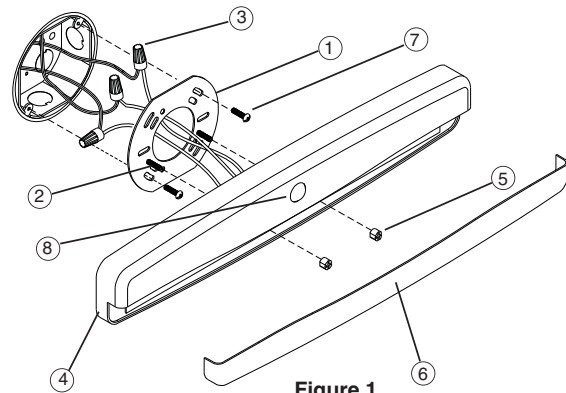

Figure 1
4. L'alimentation étant coupée, soutenir solidement l'appareil et raccorder le fil de mise à la terre vert de l'appareil au fil de mise à la terre en cuivre nu de la boîte de jonction à l'aide d'un capuchon de connexion (3). (Si l'alimentation ne comporte pas un fil de mise à la terre, consulter votre code d'électricité local et suivre les méthodes de mise à la terre conformes.) **Voir la fig. 1.**
5. À l'aide de capuchons de connexion (3), raccorder le fil noir de l'appareil au fil d'alimentation noir et le fil blanc de l'appareil au fil d'alimentation blanc. Voir la fig. 1.
7. Placer le bloc boîtier (4) sur les vis qui dépassent de la plaque de montage (1) et fixer l'appareil à l'aide des filets (5).
4. With the power turned off, hold the housing assembly (4) firmly and connect the ground wire from the fixture to the bare copper ground wire from the junction box using a Wirenut (3). (If house wiring does not include a ground wire, consult your local electrical code for approved grounding methods). **See Fig. 1.**
5. Use Wirenuts (3) to connect black fixture wire to the black power supply wire and white fixture wire to the white power supply wire. **See Fig. 1.**
7. Position the Housing Assembly (4) over the screws protruding from the Mounting Plate (1) and secure fixture with Finials (5).
4. Con la electricidad apagada, sostenga el luminario firmemente y conecte el alambre verde de tierra del luminario al alambre de cobre descubierto de tierra de la caja de ensambladura usando un Capuchón de Alambres (3). (Si el alambrado de la casa no incluye un alambre de tierra, consulte su código eléctrico local para los métodos aprobados de hacer tierra). **Vea Fig. 1.**
5. Use Capuchones de Alambres (3) para conectar el alambre negro del luminario al alambre negro de suministro de electricidad y el alambre blanco del luminario al alambre blanco de suministro de electricidad. **Vea Fig. 1.**
7. Coloque el Ensamblaje de la Carcasa (4) sobre los tornillos que sobresalen de la parte curvada de la Placa de Montaje (1) y asegure el luminario con Finials (5).